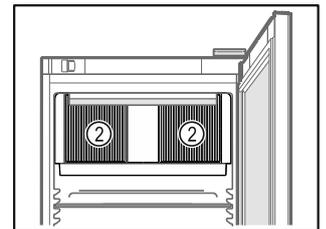

Fig. 71
- Lüftungsschlitze Fig. 71 (2) des Umluftgebläses im Innenraum freihalten.